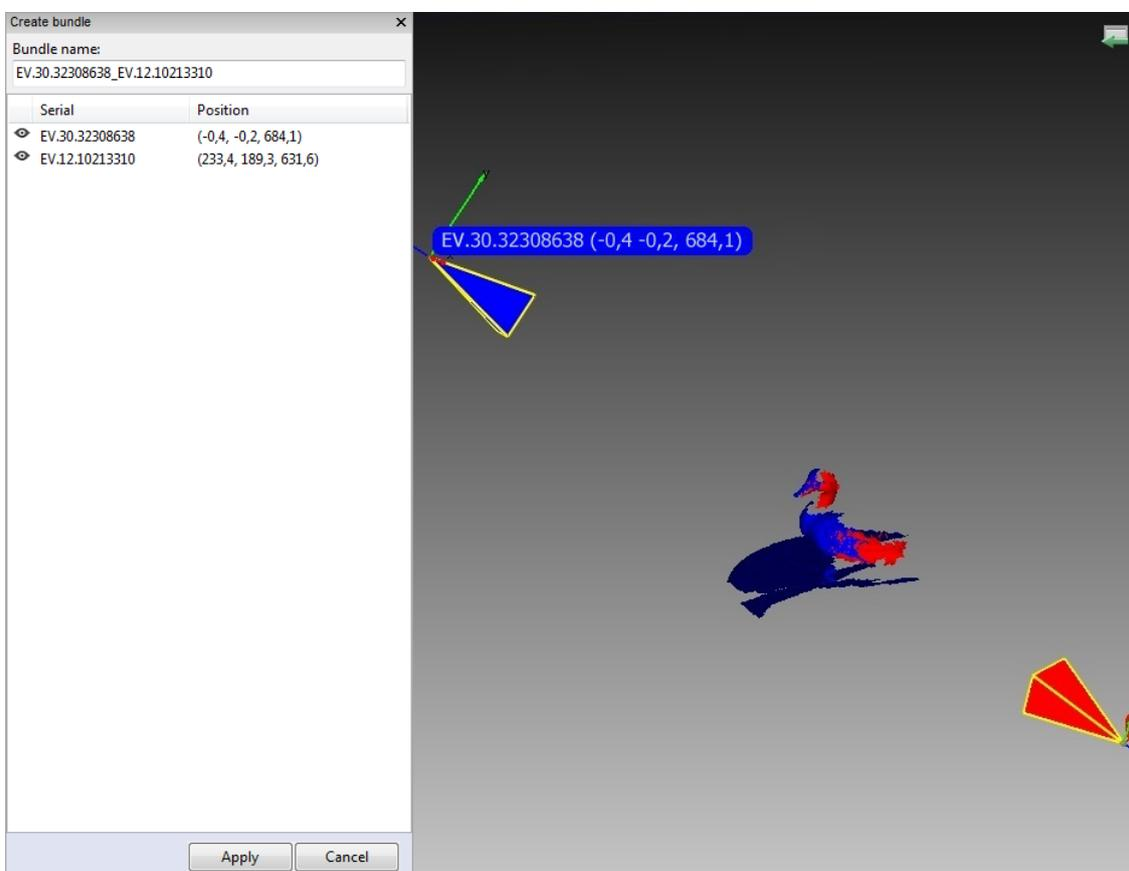

Abbildung 109: Fenster zur Bündel-Erzeugung.
5. Im Menü *Datei* → *Bündel erzeugen* selektieren. Falls vergessen wurde, die Scans auszurichten, erscheint ein Warnhinweis, andernfalls das Bedienfeld zur Bündel-Erzeugung (siehe Abb. 109). Im Fenster *3D-Ansicht* werden die selektierten Scans, die Position und Blickrichtung der Scanner (mit Hilfe einer passend eingefärbten Pyramide), die Gerätenummern und die Scanner-Koordinaten angezeigt, zusätzlich eine Liste der angeschlossenen Geräte mit den zugehörigen Informationen.